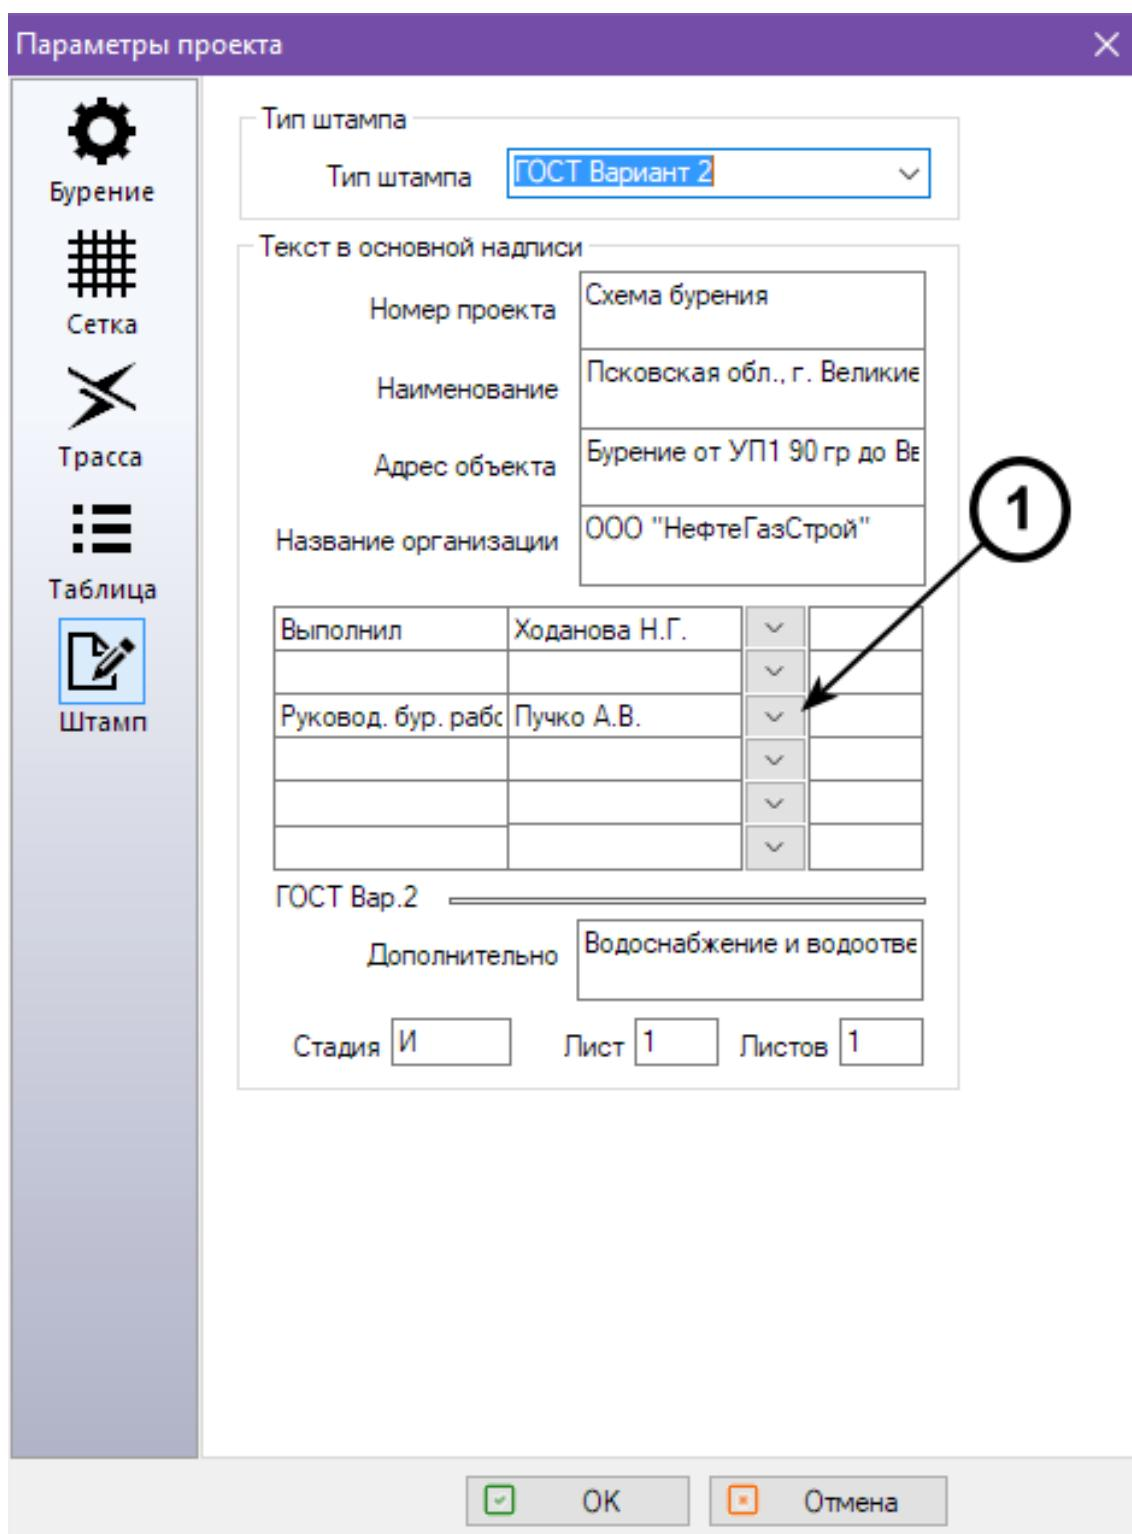
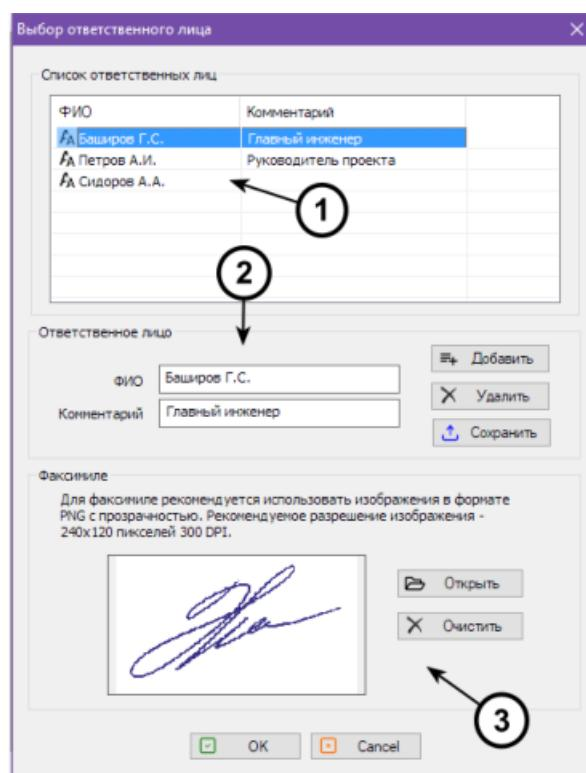

Рис.21 Окно настройки вывода штампа в проекте
Рис.22 Окно выбора ответственного лица
В программе имеется возможность автоматически заполнять поля 11 и 12 ЕСКД (фамилии и подписи ответственных лиц). Для этого существуют кнопки (1) (Рис.21 на стр.45). При нажатии на эту кнопку, расположенную в соответствующей графе откроется окно заполнения базы данных ответственных лиц и выбора ответственного лица из этой базы данных (Рис.22 на стр.46).